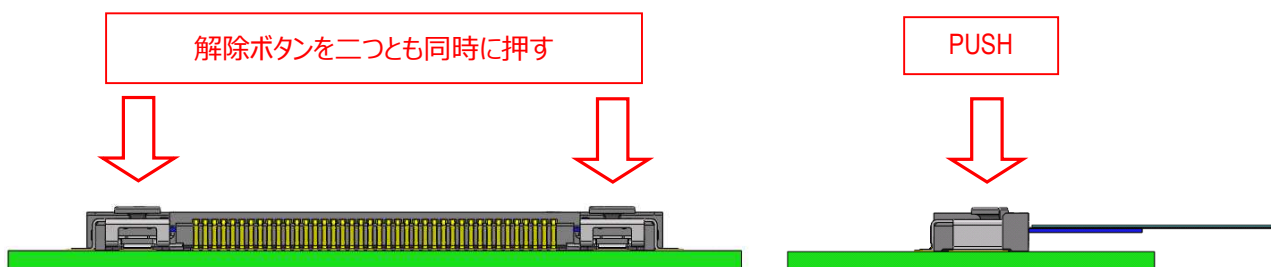

図. 3-2 FFC/FPC 抜去方法 2
② 図 3-2 の様に、コネクタ上面の解除ボタンを上方から同時に左右二つとも押す。